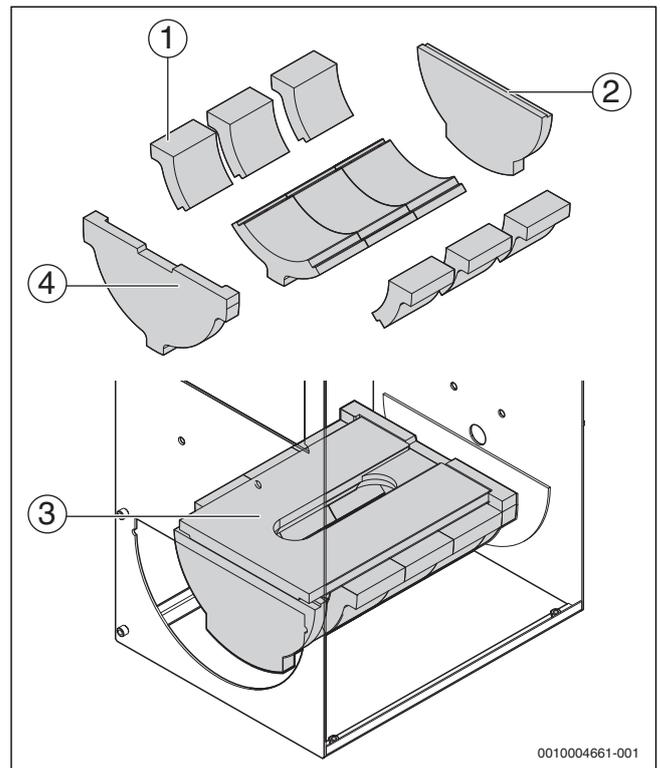
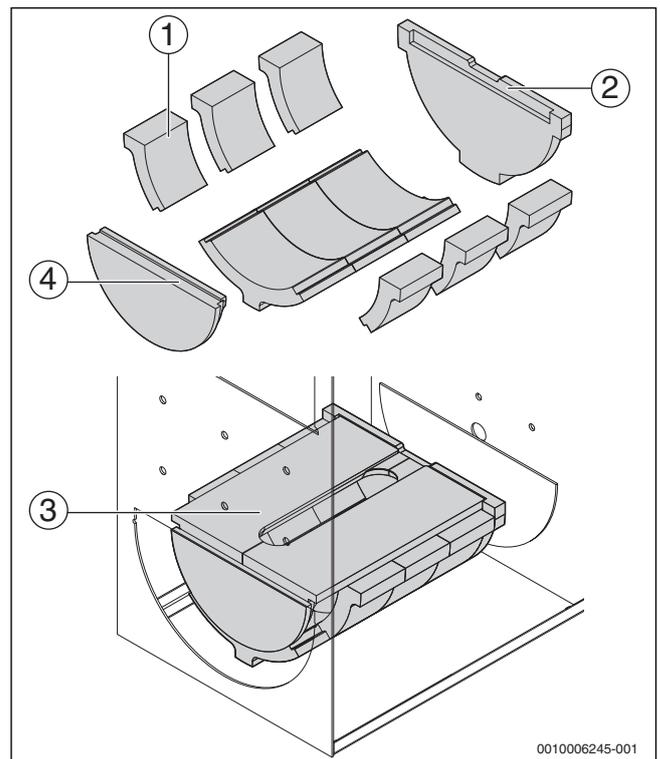
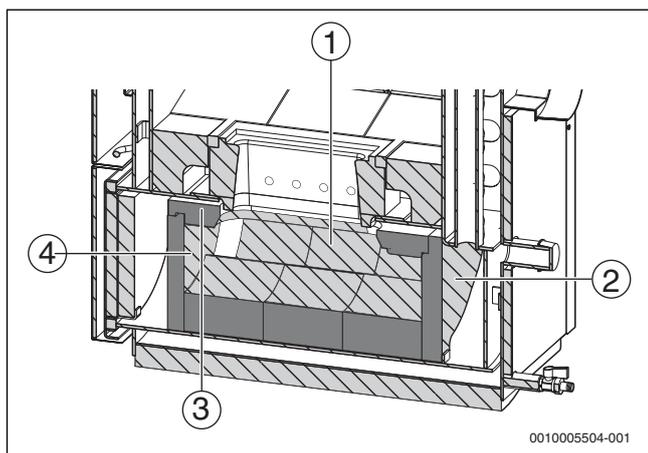
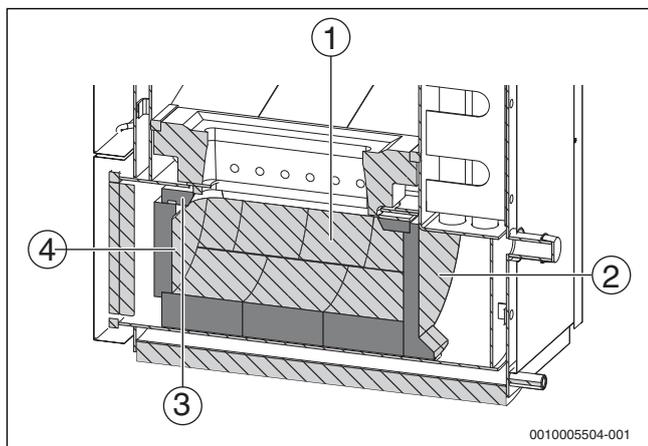

Рис. 37 Положение шамотных камней в топке, 22 и 30 кВт
Рис. 38 Положение шамотных камней в топке, 40 и 50 кВт
Рис. 39 Установленные шамотные камни, 22 и 30 кВт
Рис. 40 Установленные шамотные камни, 40 и 50 кВт
- ▶ Установите шамотные камни на место (→ рис. 38, стр. 35).
**Пояснения к рис. 37, рис. 38, рис. 39 и рис. 40:**